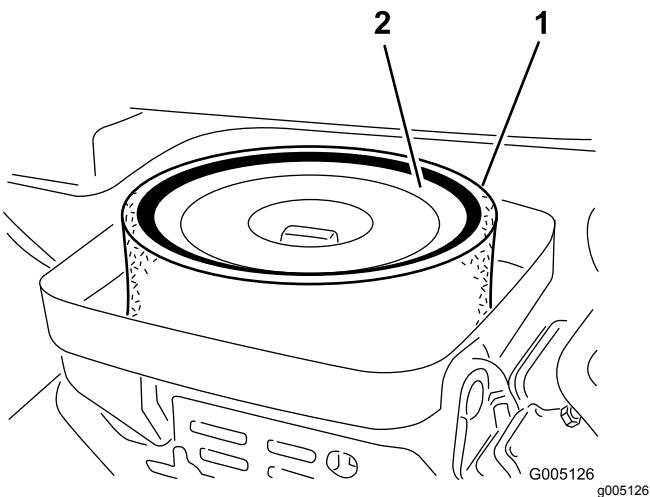

Figura 31
3. Togliete il dado ad alette che fissa gli elementi al corpo del filtro dell'aria (Figura 31).
4. Se l'elemento in schiuma sintetica è sporco, rimuovetelo dall'elemento di carta (Figura 31). Pulitelo accuratamente, come indicato di seguito: